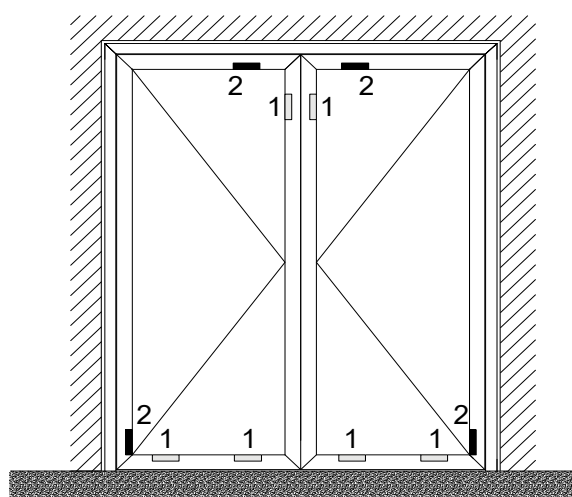

Fig. 2
6. Styreklodser (2) monteres. Fig. 2